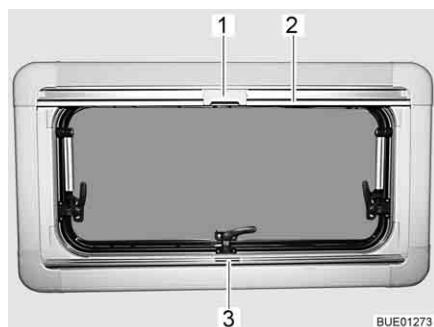

Bild 71 Ausstellfenster
- **Faltverdunklung** in der Mitte der Griffleiste (Bild 71,3) fassen, von unten nach oben ziehen und auf der gewünschten Höhe loslassen. Die Faltverdunklung bleibt in dieser Höhe stehen.
- **Insektenschutzrollo** an der Griffleiste (Bild 71,2) nach unten ziehen, bis es an der Griffleiste der Faltverdunklung (Bild 71,3) anstößt.
- **Raste** (Bild 71,1) am Insektenschutzrollo mit der Griffleiste der Faltverdunklung verriegeln.
- **Raste** (Bild 71,1) am Insektenschutzrollo oben nach hinten drücken.
- **Insektenschutzrollo** an der Griffleiste (Bild 71,2) langsam zurückführen.